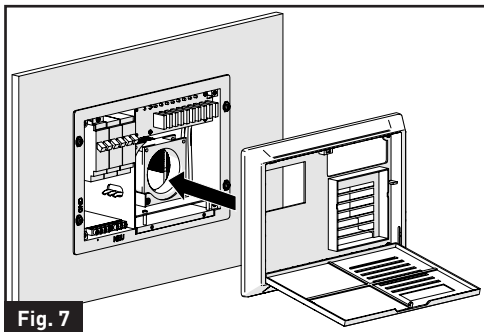
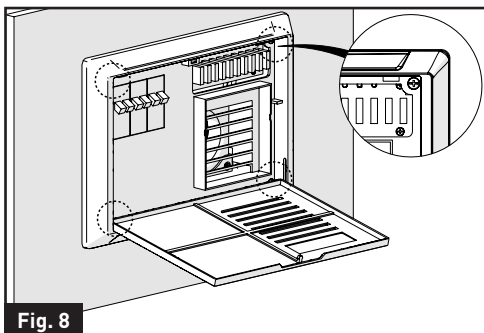

Fig. 7
Fig. 8
8. Vuelva a colocar la carcasa en el Centro de energía y apriete los tornillos en las cuatro esquinas. (Fig. 7 y Fig. 8)